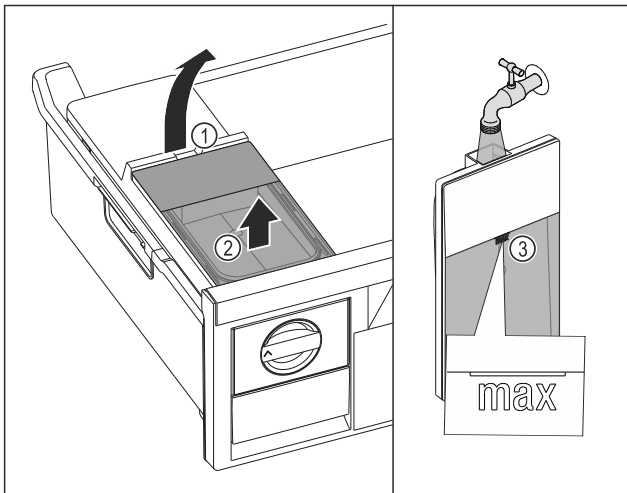

Fig. 75
- ▶ Wassertank an der Aussparung Fig. 75 (1) anheben.
- ▶ Wassertank nach oben entnehmen. Fig. 75 (2)
- ▶ Wassertank bis zur Markierung Fig. 75 (3) mit Trinkwasser befüllen.